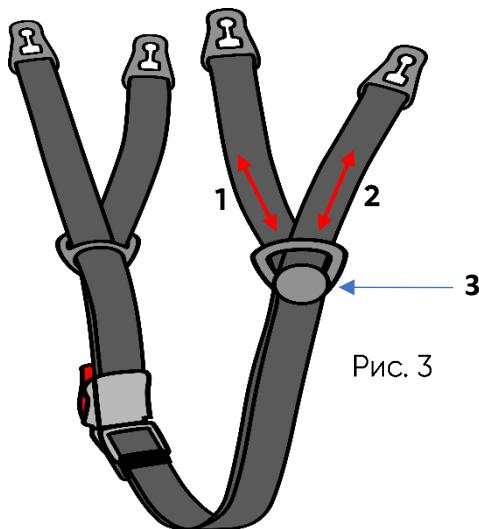

Рис. 3
Подбородочный ремень (Рис.3) имеет регулировку длины, отдельно для левой и правой частей ремня. Для каждой части можно изменить длину переднего (1) и заднего (2) отрезков, передвигая ремень через скобу-разделитель (3).